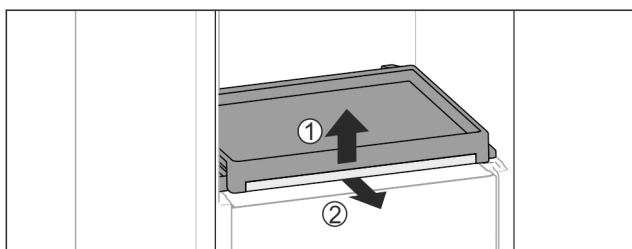

Fig. 111
- ▶ Vyjměte vysouvací přihrádku se skleněnou deskou: Skleněnou desku vpředu lehce nadzvedněte Fig. 111 (1) a vytáhněte dopředu Fig. 111 (2).